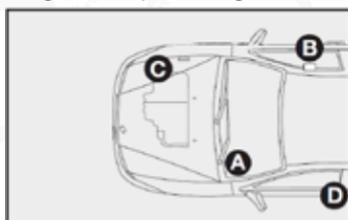

fig. 1
Están indicados en los siguientes puntos fig. 1.
**NOTA:** En la Fig. 1 se debe de modificar la ubicación de la letra A, para que se encuentre en la parte izquierda inferior del parabrisas como se encuentra indicado. Además se debe modificar las letras adicionales para concuerden con el orden ascendente de la A a la D